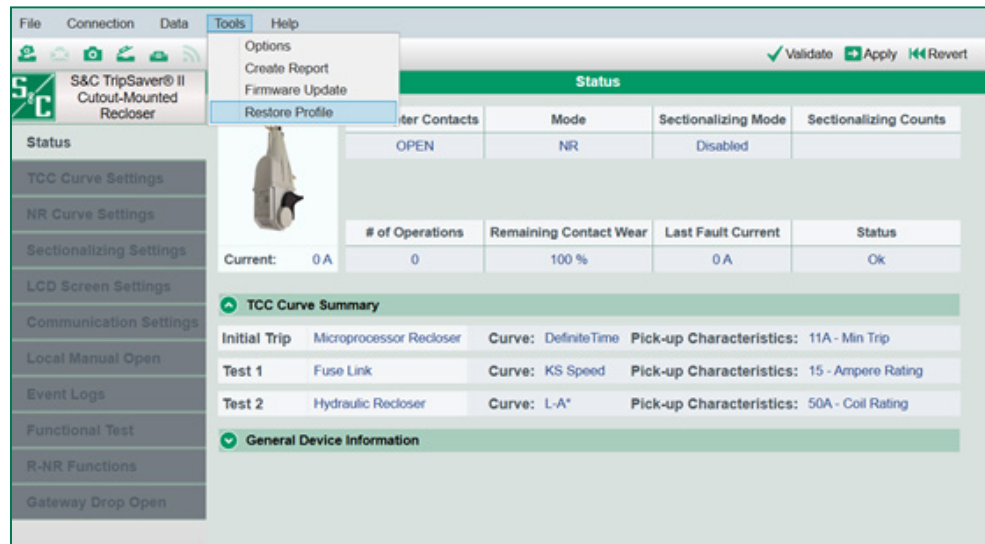

Figura 164. Item de Recuperação de Perfil no menu Tools.
PASSO 1. Selecione o item **Restore Profile** (Recuperar Perfil) do menu **Tools**. Ver Figura 164.